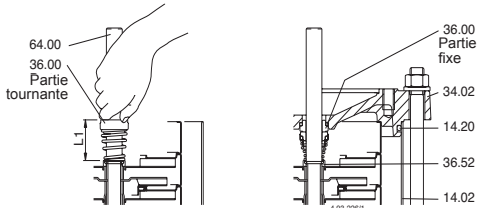

Fig. 5 Montage de l'étanchéité mécanique
Pour le démontage et le remontage observer la construction sur le dessin en coupe (chap. 14.) et les figures 5, 6.
5. Enlever les vis (61.07) et **extraire la lanterne** (32.00) avec le roulement à billes (66.00) et l'accouplement (64.22) du couvercle supérieur (34.02) et de l'arbre (64.00) (fig. 5 b).
7. **Extraire le couvercle supérieur** (34.02) de l'arbre (64.00) et de la chemise externe (14.02) - ou avec la chemise externe du corps de pompe (14.00) - utiliser une cale de bois en faisant levier sur tout le pourtour (**fig. 5 c**).
Extraire la garniture mécanique (36.00), la partie tournante sur l'arbre (64.00) en faisant attention à ne pas rayer l'arbre et la partie fixe du couvercle supérieur (32.02). Pousser la partie tournante sur l'arbre (64.00) jusqu'à la bague d'appui (36.52) sans comprimer le ressort. Contrôler la longueur avant et après le glissement et soulever la bague tournante jusqu'à la longueur initiale (L1 dans la **fig. 5**). De cette manière, la compression correcte du ressort au montage de la partie fixe sera assurée (L2 dans la **fig. 6b**).